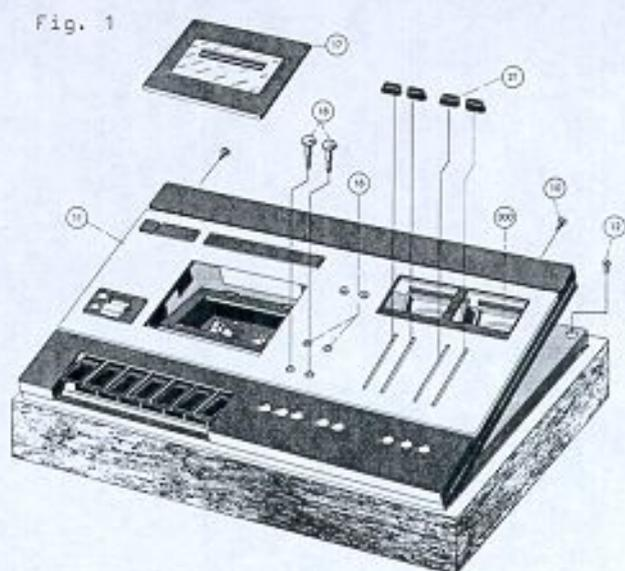

Fig. 1
- 1.4 die zwei Sechskantblechschrauben (10). Aussteuerinstrument (300) hochklappen. Abdeckung (11) nach hinten drücken, anheben und nach vorne abnehmen (Fig. 1).